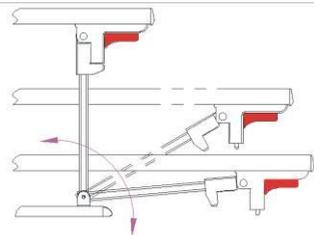

Рисунок 5
- Щоб підняти (опустити) поручень необхідно натиснути на перемикач та потягнути поручень догори проти годинникової стрілки (вниз за годинниковою стрілкою) (рис. 5).